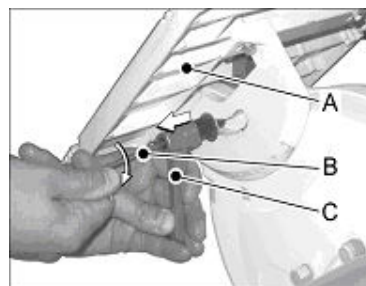

Рис. 3
Установите стол (A, Рис. 3) с перекидным рычагом (C) на задней стороне корпуса пилы. Выдвиньте перекидной рычаг из блокировки и надежно закрутите винт с внутренним шестигранником с помощью шестигранного ключа(B).